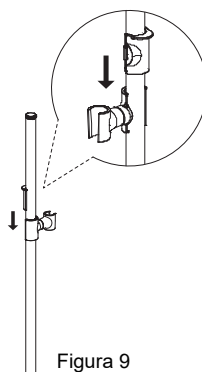

Figura 9
- Fare clic sulla parte anteriore del cursore su un lato della guida di raccordo. Fare clic sulla parte posteriore del cursore sopra la parte anteriore su un altro lato della guida di raccordo. Far scorrere la parte posteriore nella parte anteriore per fissarla (Figura 9).